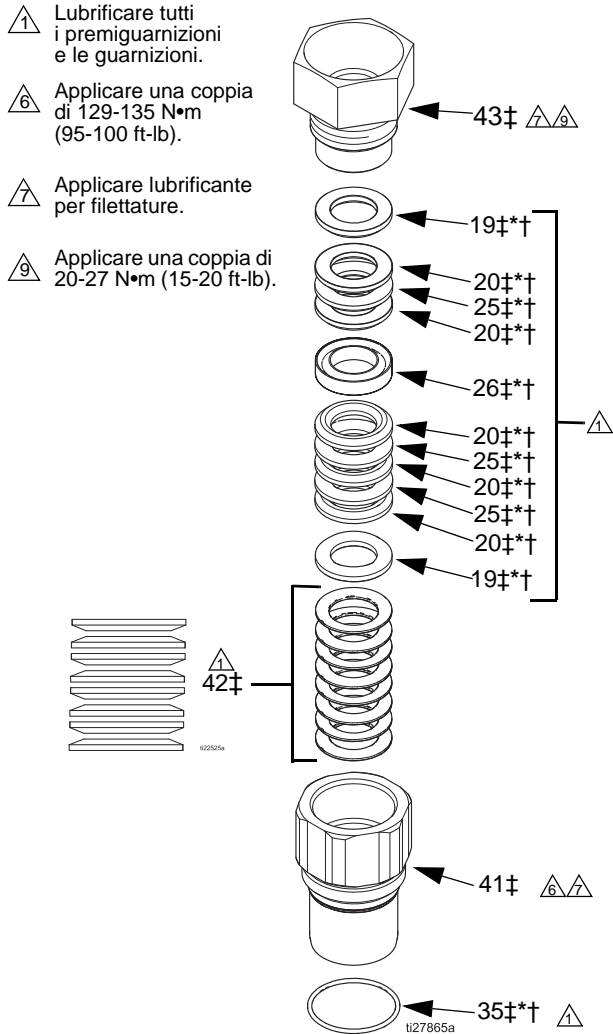

FIG. 1. Dettagli della guarnizione della ghiera
2. Vedere FIG. 1, pagina 6. Lubrificare le guarnizioni della ghiera e i premistoppa. Installare un premistoppa maschio (19‡*†) e poi cinque guarnizioni a V con i *labbri rivolti in basso*: una in ZX (20‡*†), una in cuoio (25‡*†), quindi ZX, cuoio, ZX. Installare il premistoppa femmina (26‡*†). Installare tre guarnizioni a V con i *labbri rivolti verso l'alto*: ZX, cuoio, ZX. Installare l'altro premistoppa maschio (19‡*†). Lubrificare e installare la tazza bagnata (43‡), serrando a mano.
3. Lubrificare e installare l'O-ring (35*) sulla cartuccia della ghiera (41). Lubrificare le filettature e installare la cartuccia della ghiera assemblata (41). Serrare a una coppia di 129-136 N•m (95-100 ft-lb).
4. Montare il blocco di uscita del fluido (16) sull'asta del pistone (17), quindi nei tubi del fluido (3) e nel cilindro (1). Inizialmente potrebbe non entrare bene. Applicare il lubrificante per filettature e montare le viti (13) e le rondelle (14) del blocco di ingresso del fluido (15). Serrare due viti (A, vedere la figura) nel blocco di uscita del fluido (16). Terranno i blocchi saldamente bloccati sui tubi e sui cilindri. Una volta in sede, serrare la terza vite (B, vedere la figura). Serrare le tre viti a una coppia di 47-54 N•m (35-40 ft-lb).